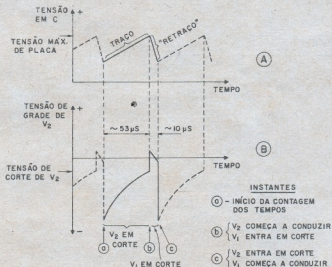

Figura 2
cuito multivibrador. Utilizam-se os dois triodos V1 e V2 de um duplo triodo tal como a 6SN7, ECC82 (12AU7) a 6CG7, etc... Tais triodos estão defasados de 180° entre si. Vejamos o funcionamento desse circuito. Consideramos o instante (a) (fig. n.º 2), como início da contagem dos tempos. Nesse instante V2 está em corte e V1 está conduzindo. O condensador C, vai-se carregando através de  $R_{p1}$  (pois V2 está em corte) o que proporciona o aumento da tensão de placa de V2, representado pela região denominada "traço" na figura 2 (A). Gradativamente com o aumento da tensão em C, e conseqüentemente na placa de V2, a tensão negativa (ou polarização) da grade de V2 vai diminuindo pelo escoamento em  $R_f$ . Passados aproximadamente 53 microsegundos (instante b) a tensão de placa já mais alta, combinada com menor tensão negativa de grade, faz com que V2 comece a conduzir aumentando a corrente em R (resistor comum de catodo) e, conseqüentemente, a tensão de polarização negativa de V1, o que acarreta redução na corrente anódica de V1, implicando em aumento na tensão anódica da mesma. Esse potencial positivo, suscitado na placa de V1, é através da C, aplicada à grade de V2, pois elétrons emigrarão da grade de controle de V2 para a armadura 1 do condensador C., deixando essa grade nesse momento em um potencial positivo, o que acarreta maior corrente em V2 e em R, levando V1 ao corte. Isso tudo quase instantaneamente (instante b). Na verdade essa tensão de polarização desenvolvida em R atinge evidentemente também V2, contudo ela é amplamente sobrepujada pela tensão positiva aplicada à grade de V2 através de C, (pelo fator de amplificação de
V1). Ainda nesse instante (b) o condensador C começa a se descarregar rapidamente através de V2, proporcionando a região do gráfico da figura 2 (A) denominada "retraço".
durante a corrente de grade na armadura (1) de  $C_g$ . Tal polarização negativa leva V2 ao corte, completando o período, e iniciando outro com a nova carga de C através de  $R_{p1}$ . Devemos notar neste ponto que a carga completa de um condensador não é linear, como a região "traço" da figura 2. Contudo podemos aproveitar a parte linear da curva de carga de um condensador, carregando-o até 10% de sua carga máxima.